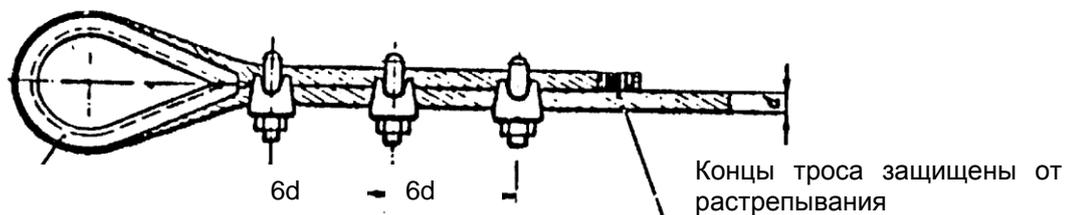

Рис. 4
- Расстояние для каждого – шесть диаметров троса от зажима до зажима (для троса диаметром 8 мм,  $\approx 48$  мм) согласно рис. 4.